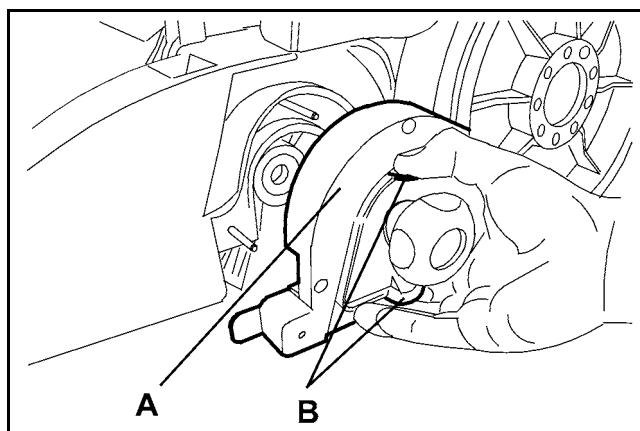

Figure 14
5. Enlever le portillon (A, Fig. 14) en le saisissant aux points (B).